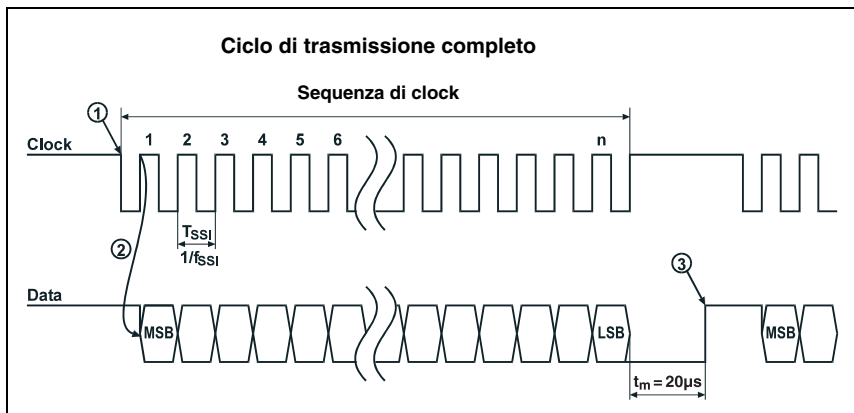

Figura 8.6: Diagramma temporale trasmissione dati SSI
A riposo il clock e la linea dati sono a livello HIGH. Al verificarsi del primo fronte HIGH-LOW (punto ① in figura 8.6), i dati del registro interno vengono memorizzati. Ciò assicura che i dati non cambiano più durante la trasmissione seriale del valore.
Alla commutazione successiva del segnale di clock da LOW a HIGH (punto ② in figura 8.6) inizia la trasmissione del valore di posizione con il bit più significativo (MSB). Ad ogni altra commutazione del segnale di clock da LOW a HIGH, sulla linea dati viene impostato il bit significativo immediatamente inferiore. Dopo l'emissione del bit meno significativo (LSB), all'ultima commutazione del segnale di clock da LOW a HIGH la linea dati passa al livello LOW (fine trasmissione).
Un monoflop riattivato e lanciato dal segnale di clock determina la durata fino al nuovo richiamo dell'interfaccia SSI per la trasmissione successiva. Da ciò risulta anche il tempo di pausa minimo tra due sequenze di clock successive. Al termine del tempo $t_m = 20\mu s$, la linea dati viene riportata sul livello di riposo (HIGH) (punto ③ in figura 8.6), segnalando lo scambio di dati concluso ed il nuovo stand-by di trasmissione.